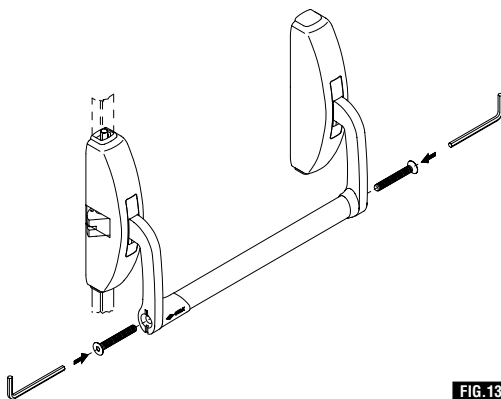

FIG. 13
- 12) Montare la barra fra le due leve, verificare che i due tappi di raccordo siano bene a contatto con le rispettive staffe avvitare con forza le viti da M5 x 70 sui fori delle staffe con una chiave esagonale da 5 mm per bloccare la barra (fig. 13).
- 12) Mount the bar between the two levers, check that the two connection plugs are fitting snugly with their respective casings, screw in well the M5 x 70 screws into the holes of the casings with a 5 mm Allen key to block the bar (Fig. 13).
- 12) Monter la barre entre les deux leviers, vérifier que les deux bouchons de raccord sont bien au contact des brides respectives, visser à fond les vis M5 x 70 sur les trous des brides avec une clé hexagonale de 5 mm pour bloquer la barre (fig. 13).
- 12) Coloque la barra entre las dos palancas; verifique que las dos tapas de unión estén en contacto correctamente con las respectivas abrazaderas. Enrosque con fuerza los tornillos M5 x 70 en los orificios de las abrazaderas, con una llave hexagonal de 5 mm, para bloquear la barra (Fig. 13).
- 12) De duwstang tussen de twee beugels monteren, controleren dat de twee aansluitdoppen goed op de beugels aansluiten, en de stang bevestigen door de schroeven M5 x 70, met een 5 mm bussleutel, volledig in de gaten van de beugels te schroeven (afb. 13).
- 12) Die Stange zwischen den beiden Hebeln einsetzen, dabei kontrollieren, ob die beiden Verbindungsdeckel einwandfrei in den entsprechenden Bügelnsitzen, dann die Schrauben M5x70 mit einem 5-mm-Sechskantschlüssel auf den Bohrungen der Bügel fest anziehen, um die Stangen zu blockieren (Abb. 13).